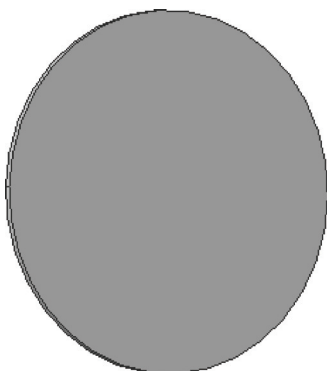

图 13-49 打开模型文件
STEP 01 单击快速访问工具栏中的“打开”按钮，打开模型文件，如图 13-49 所示。